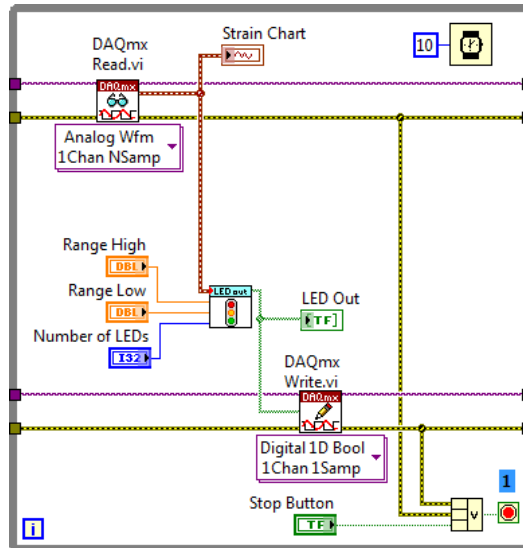

Figura 38. Esse subVI apresenta um array booleano que pode ser produzido pelo VI DAQmx Write.
25. Conecte a chamada ao subVI como na figura 38.